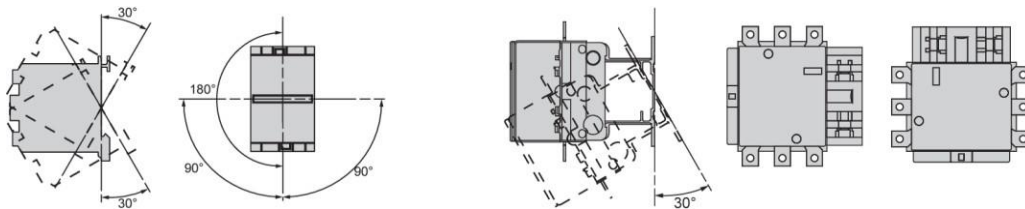

Рисунок 6. Рабочее положение контактора
- с отклонением относительно плоскости крепления в обе стороны до  $30^{\circ}$  для контакторов LC1E06...LC1E160 и в сторону наклона контактора вниз до  $30^{\circ}$  для контакторов LC1E200...LC1E630 (см. Рисунок 6);
- с отклонением относительно центральной точки контактора вдоль плоскости крепления до  $180^{\circ}$  для контакторов LC1E06...LC1E160 и до  $90^{\circ}$  влево для контакторов LC1E200...LC1E630 (см. Рис. 6).